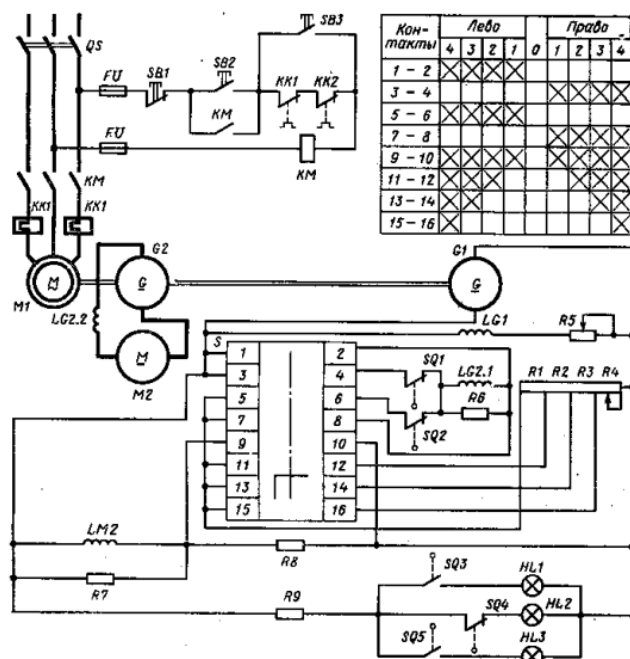

Рис.1
1. Указать элементы электрической принципиальной схемы (рис. 1), объяснить процесс пуска электродвигателя; возможности регулирования частоты вращения; способы торможения, примененные в схеме; виды защит и способы реализации данных защит в схеме; особенности работы данного электропривода.